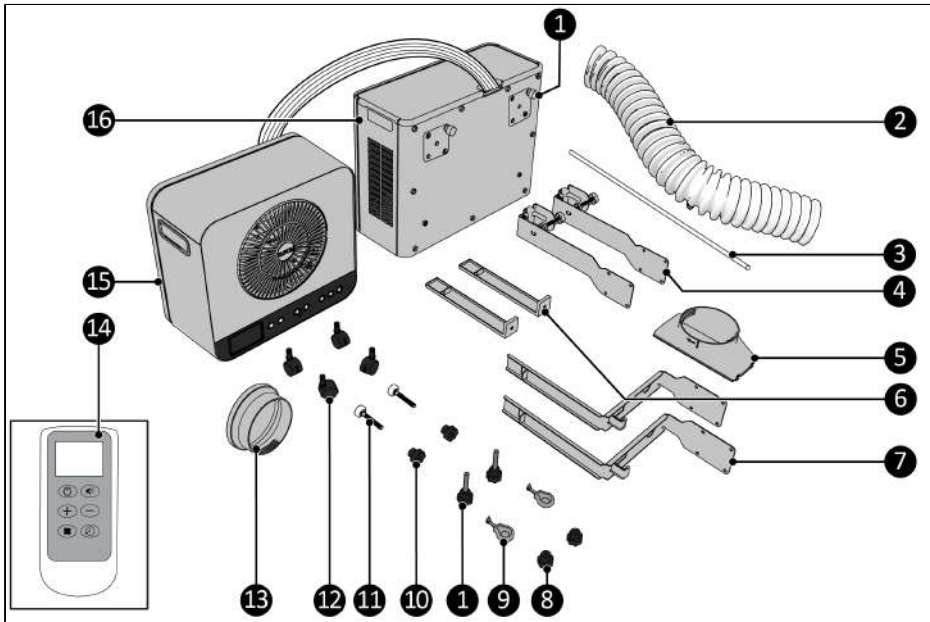
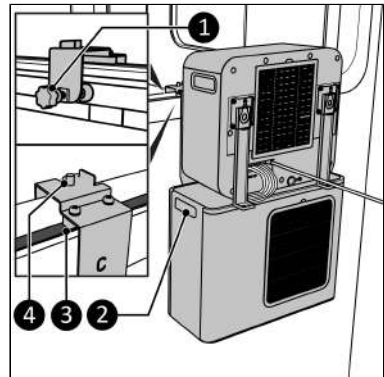
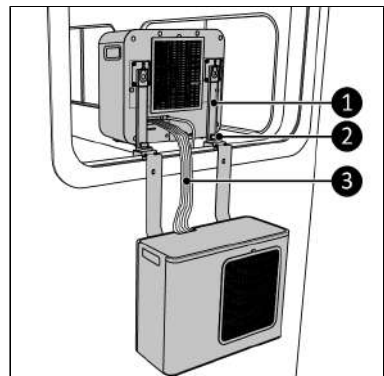

Abbildung 48.
Abbildung 55.
Abbildung 56.
8. Platzieren Sie die komplette Einheit an den seitlichen Griffen des Außengeräts (Abbildung 55, Pos. 2) im Fenster. Stellen Sie sicher, dass sich die grauen Blöcke in der Fensterdichtung befinden.
9. Ziehen Sie die Schrauben (Abbildung 55, Pos. 1) handfest am Wohnwagen an.
10. Stellen Sie sicher, dass die Schraubkappen (Abbildung 48, Pos. 8) in Reichweite der Gewinde an der Halterung (Abbildung 55, Pos. 4) liegen.
11. Heben Sie das Innengerät durch das Fenster und platzieren Sie die Haken (Abbildung 56, Pos. 1) am Gewindeende (Abbildung 56, Pos. 2).
12. Ziehen Sie die Schraubkappen (Abbildung 48, Pos. 8) auf den Gewinden (Abbildung 56, Pos. 2) fest.
14. Der Kältemittelschlauch (Abbildung 56, Pos. 3) wird zwischen